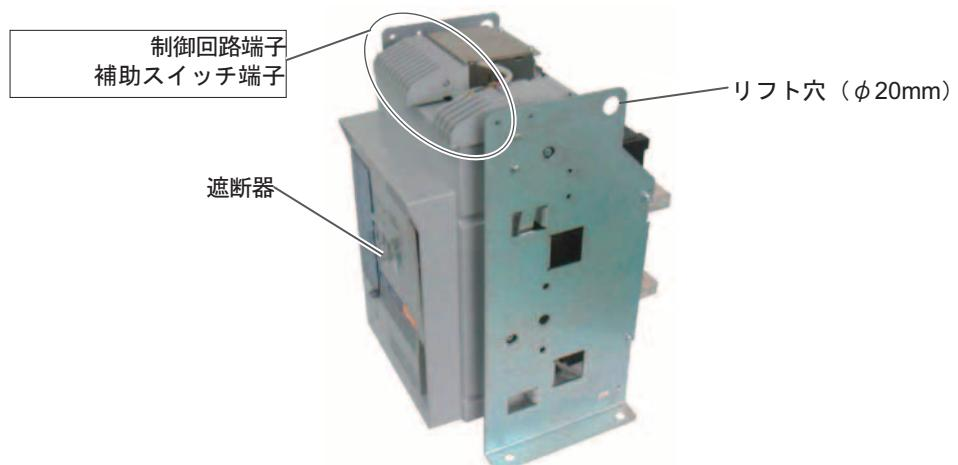

図1 遮断器の運搬
- 遮断器を吊り上げるときは、リフト穴に吊り上げ金具またはワイヤーロープ等を掛け下さい。このとき、ロープの内側に加わる力で、図1に示す制御回路端子、補助スイッチ端子、制御回路端子台に当たらないようにして下さい。また、遮断器を吊り上げる時、ゆっくりと吊り上げて下さい。運搬する場合はパレットに乗せて静かに移動させて下さい。